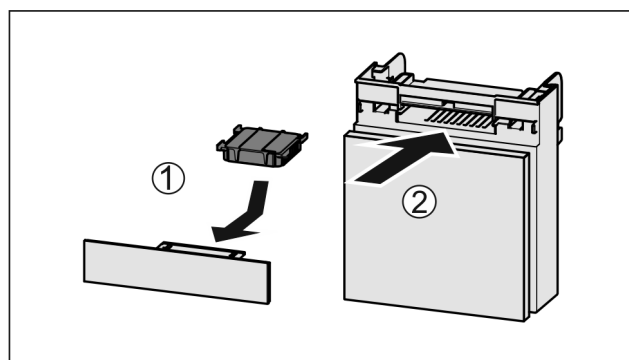

Fig. 36
- ▶ Установите фильтр с активированным углем, как показано на рисунке Fig. 36 (1).
- ▶ Вставьте отделение Fig. 36 (2).